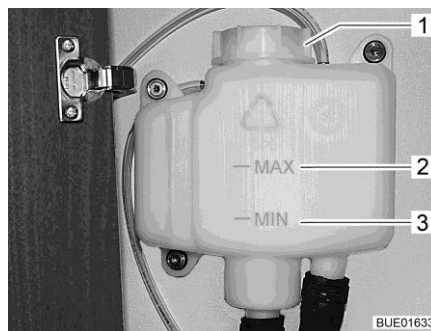

Fig. 214 Vaso d'espansione senza diaframma
- Controllare se il livello del liquido nel vaso d'espansione (Fig. 214) è tra la riga del "MIN" (Fig. 214,3) e del "MAX" (Fig. 214,2).
- Aprire il coperchio (Fig. 214,1) del vaso d'espansione.